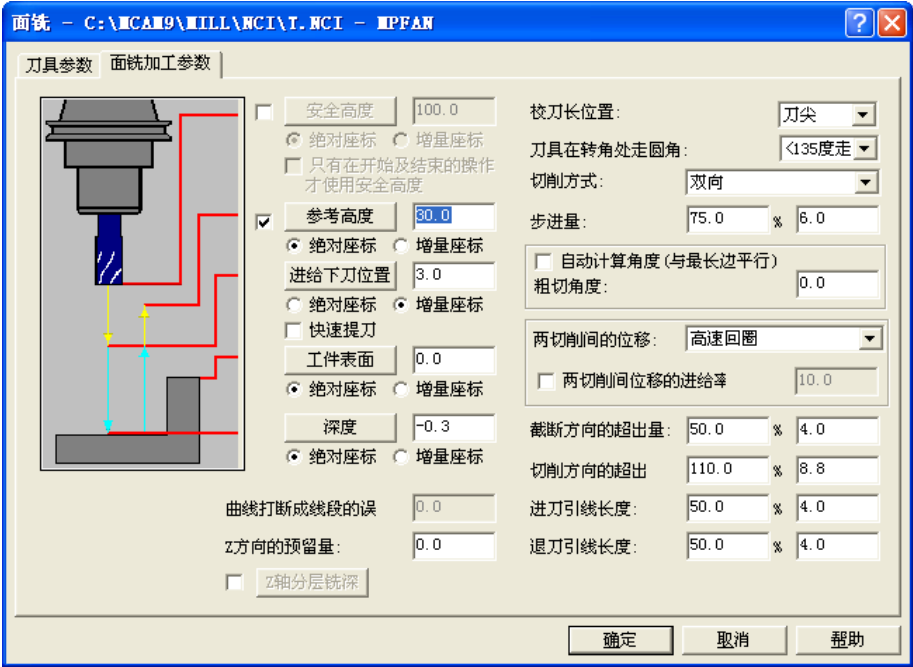

图 6-15 面铣加工参数
3) 选择“面铣”，从刀库中选择  $\phi 8$  平刀，精修 78mm×58mm 矩形上表面，在“刀具参数”选项卡中输入进给率：400、下刀速率：200、提刀速率：2000、主轴转速：2500，冷却液：喷油；在“面铣加工参数”选项卡中输入参考高度：30.0，进给下刀位置：3.0，点选“增量坐标”，工件表面：0.0，深度：-0.3，其余默认，如图 6-15 所示。